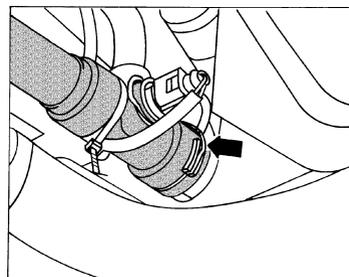

图 2-5 拆下下部冷却液软管卡夹
11) 拆下下部冷却液软管卡夹 (图 2-5 箭头所指), 并从散热器上拆下冷却液软管。